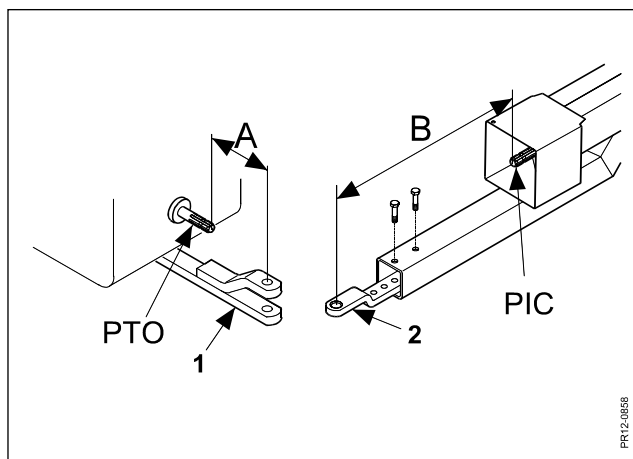

Fig. 2-11
Fig. 2-11 Ställ in traktorns dragbom (1), så att avståndet "A" blir så kort som möjligt. Ställ in maskinens dragbom (2), så att avståndet "B" blir så långt som möjligt. På så sätt upptar vidvinkeln den största delen av vinklingen när du svänger. Maskinens dragbom (2) ska vändas så att KO-axeln hamnar så nära vågrätt som möjligt. OBS! Dragbomsbeslagen **ska** alltid monteras med 2 skruvar.